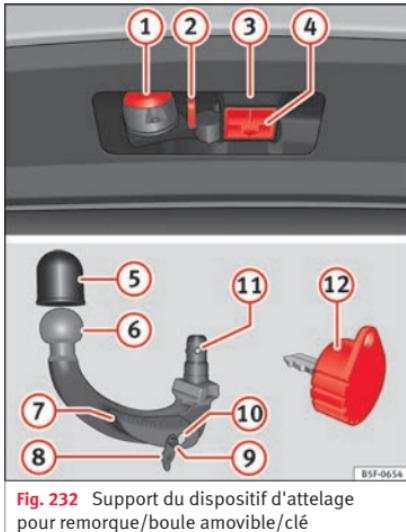

Fig. 232 Support du dispositif d'attelage pour remorque/boule amovible/clé
Légende de la »» **fig. 232**
- Retirez le cache du logement du crochet (4) » fig. 232 vers le bas.